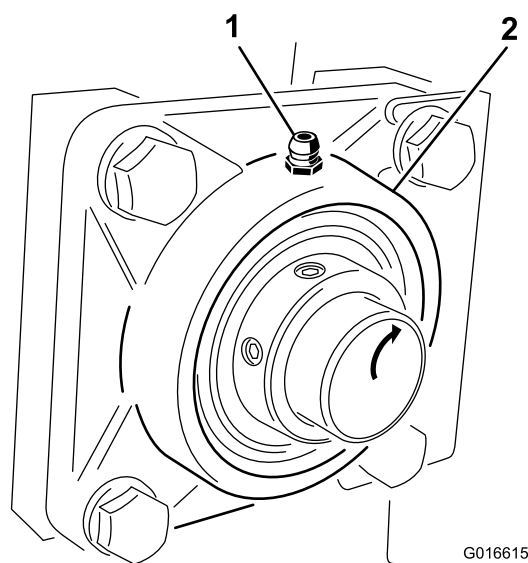

Figura 16
2. Bombee grasa varias veces en el engrasador hasta que empiece a rezumar del cojinete (Figura 16).